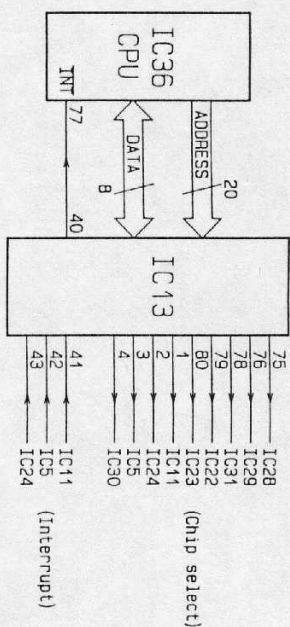

Fig.2
- The output addresses from IC36 (on MB) are decoded by IC13 (on MB), and then become chip select signals for each IC. IC13 also transfers the interruptions from each IC altogether to IC36. (See Fig.2.)
- IC36 (on MB) から出力されたアドレス又はIC13 (on MB) でデコードされ、各ICへのチップセレクト信号となります。(Fig.2) また各ICからの割り込みを一括してIC36に転送します。(Fig.2)